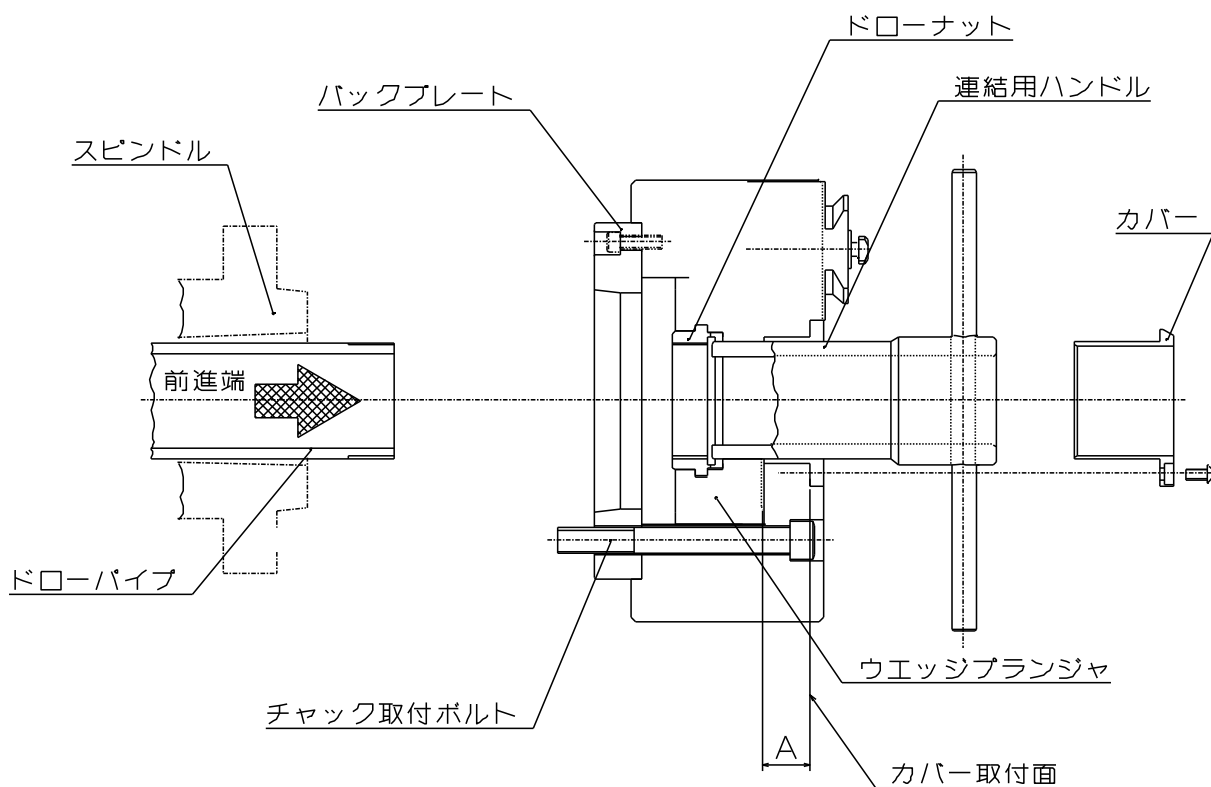

図 20
- ・ シリンダ前進端でのウェッジランジャの適正位置は、図 20 の寸法 A が下表となる位置です。